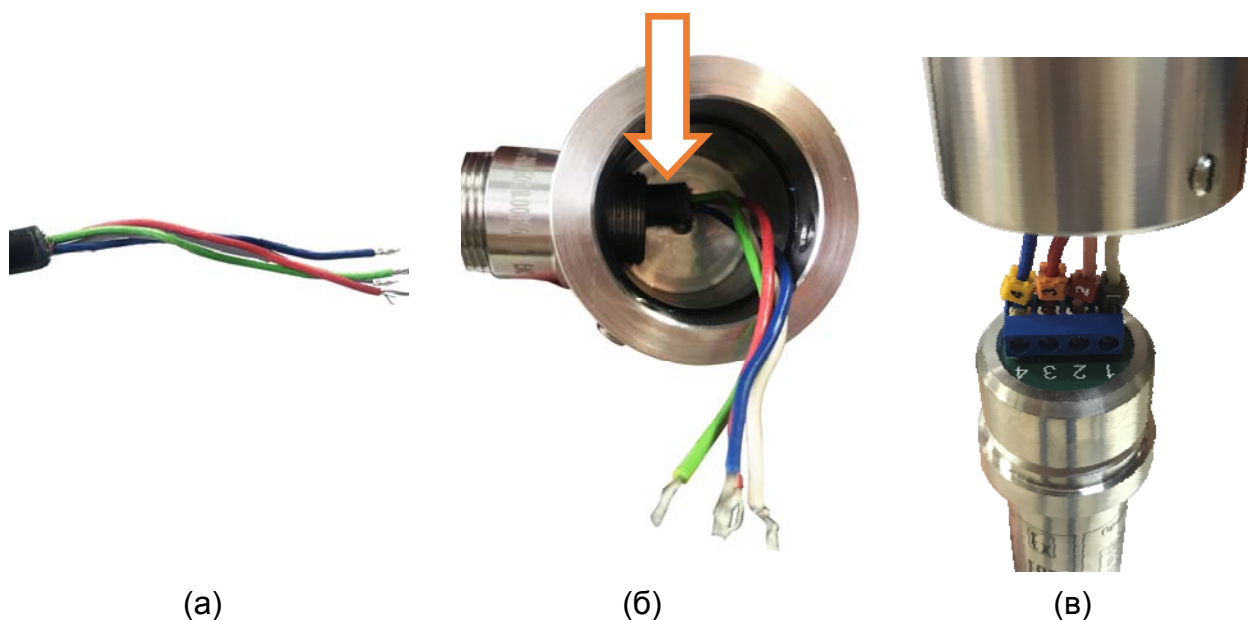

Рисунок 25 - Подключение небронированного кабеля к ПЛП
5) Выведите концы проводников в отверстие в крышке корпуса (см. рисунок 25).